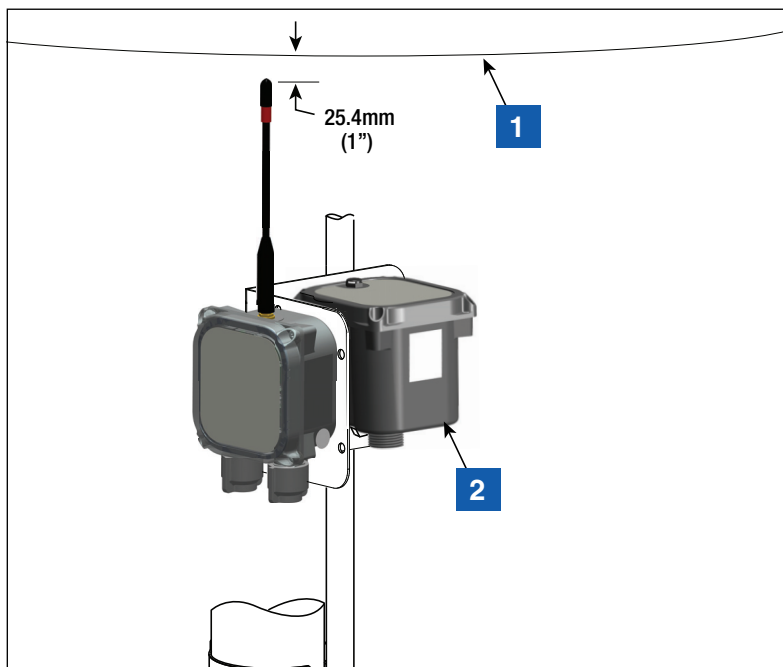

Figura 17. Instalación del soporte en la posición recomendada de la antena del transmisor
5. Afloje las abrazaderas instaladas en el paso 4 en la parte posterior del soporte y deslice las dos abrazaderas hacia abajo sobre el conducto. Coloque el soporte de manera que la punta de la antena quede unos 25,4 mm (1 pulgada) por debajo de la parte superior del sumidero y, a continuación, apriete las dos abrazaderas del conducto (véase la Figura 17). Inserte la batería en su soporte como se muestra.
LEYENDA PARA LOS CUADROS NUMERADOS DE LA Figura 17